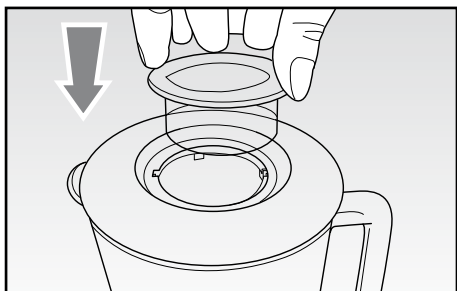

Fig. 12
- Inserire gli alimenti preparati in precedenza dal foro presente sul coperchio (L), senza superare il livello massimo indicato sul frullatore (N), e quindi inserire il tappo (H) sul coperchio (L) in modo che le tacche presenti sul tappo si innestino perfettamente nelle relative asole sul coperchio (Fig. 12).